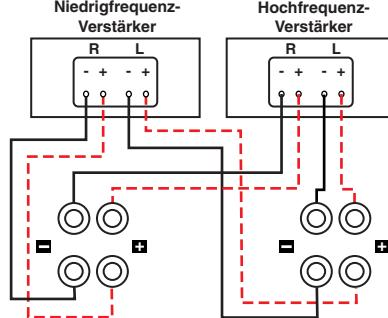

Abbildung 7
**Bi-Amping** (Abb. 7) ermöglicht es Ihnen, separate Verstärker für den Hoch- bzw. Tieftonbereich Ihrer Lautsprecher zu verwenden, um so einen breiteren Dynamikbereich und weniger Verzerrung zu erzielen. Verbinden Sie nach Entfernung der Drahtbrücken die Lautsprecherkabel von den Hochfrequenz-Verstärkerausgängen mit der oberen Terminalgruppe an jedem Lautsprecher. Folgen Sie diesem Verfahren, um entsprechend die Niedrigfrequenz-Verstärkerausgänge mit den unteren Terminalgruppen zu verbinden. Vergessen Sie nicht, bei allen Anschlüsse auf die korrekte Polarität (+ an +, - an -) zu achten.